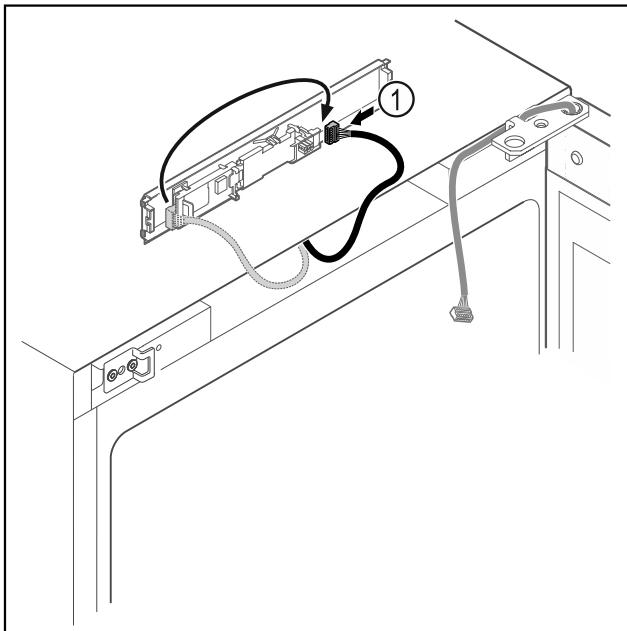

Fig. 17
- Преместете щекера Fig. 17 (1) на платката.